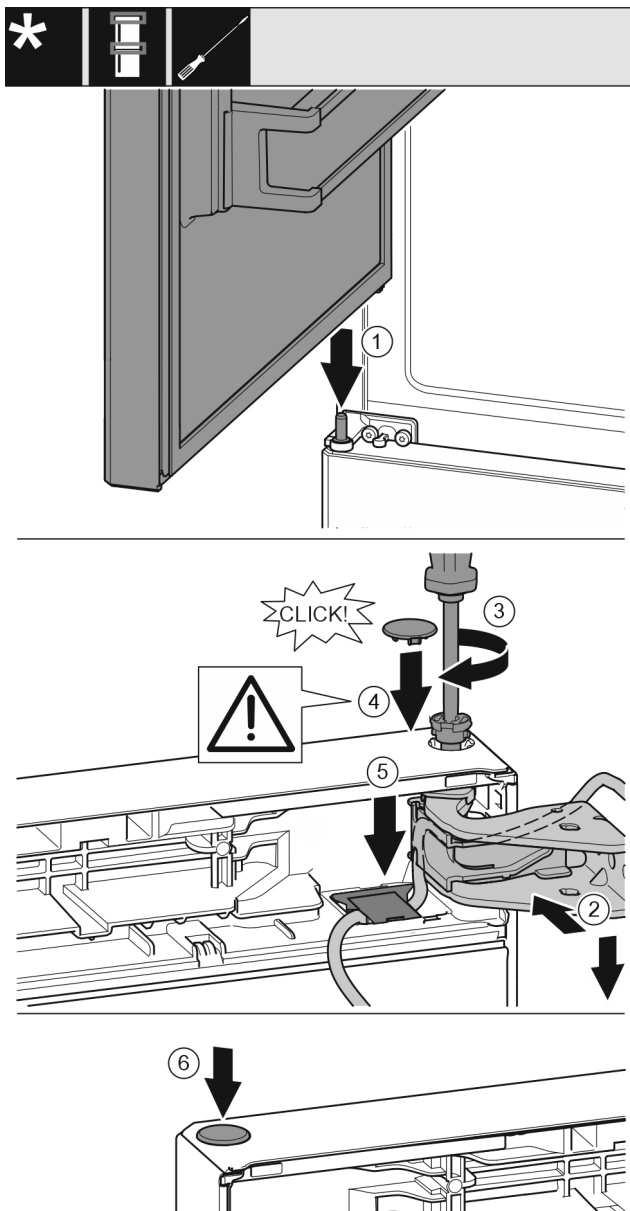

Fig. 42
- ▶ Zgornja vrata postavite na srednji ležajni sornik Fig. 42 (1)
- ▶ Vrata zgoraj naravnajte k odprtini v ležajnem podstavku. Fig. 42 (2)
- ▶ Vstavite sornik in ga privijte z izvijačem T15. Fig. 42 (3)
- ▶ Montirajte varovalni pokrov za varovanje vrat: Vstavite varovalni pokrov in preverite, če se nalega na vrata. V nasprotnem primeru sornike vstavite v celoti. Fig. 42 (4)
- ▶ Vstavite pokrov in ga potisnite navzdol, da se zaskoči. Fig. 42 (5)
- ▶ Vstavite čep. Fig. 42 (6)